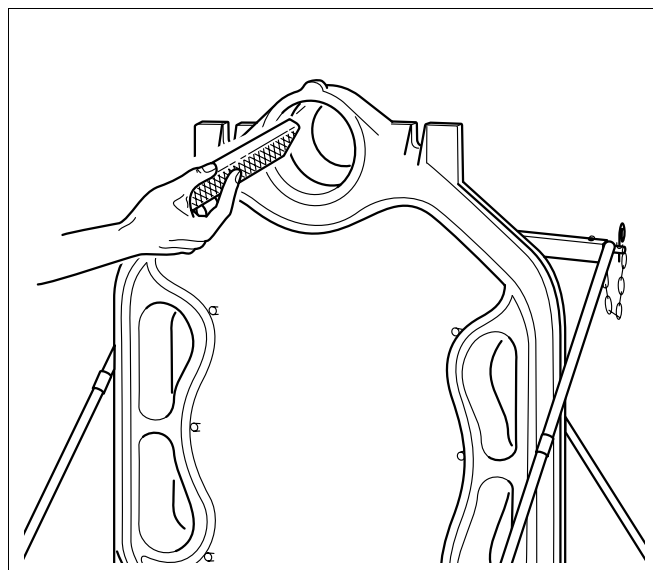

Fig. 7
- Fil en eventuel grat på nippelgangene af (Fig. 7).
- Fil en eventuel grat på nippelgangene af (som på Fig. 7).